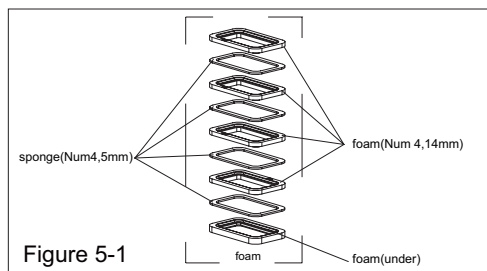

Figure 5-1
5. Bevor Sie den Lüftungskanal des Innengeräts der Klimaanlage für Wohnmobile installieren, bauen Sie zunächst die Schaumstoffmodule entsprechend der Dicke des Daches des Fahrzeugs zusammen. Nach einer simulierten Installation können Sie die angemessene Menge Schwämme und Schaumstoff verwenden. Kleben Sie die Schwämme und den Schaumstoff mit doppelseitigem Klebeband zusammen (Vom Nutzer vorbereitet) (Siehe Abb. 5-1, 5-2).